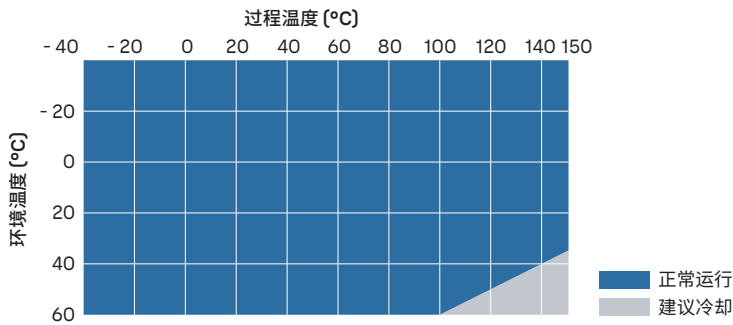

图 50 过程温度和建议冷却措施
- 根据 图 50 (第 256 页)，使用额外的冷却措施。请注意，图中的温度数值是概数。所需的具体冷却数值取决于安装位置和环境。